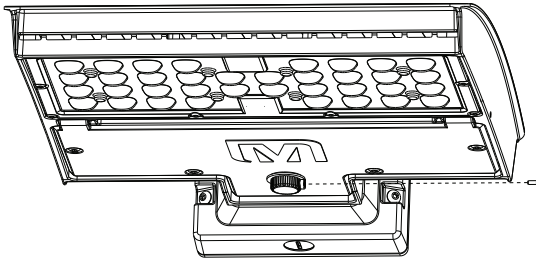

FIG. 1
1. Enlevez la vis de réglage du réceptacle rond c-Max™ USB-C (voir la FIG. 1).